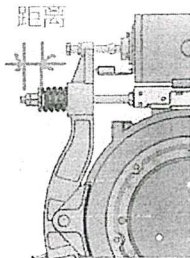

图 6.2 曳引机制动系统示意图
1) 分别记录制动臂组件弹簧压缩后，螺母到挡圈端部的距离；见图 6.2